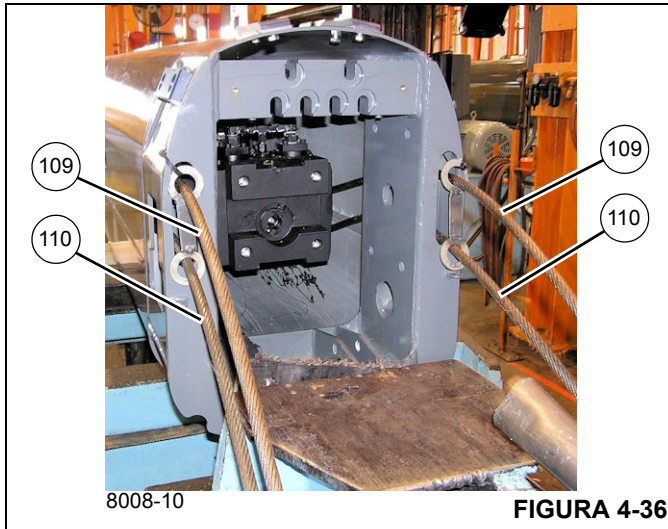

FIGURA 4-36
32. Trabalhando na parte traseira do telescópio 3 (4), puxe os cabos de extensão do telescópio 4 (110) para frente até que se assentem nas polias dianteiras (108).
33. Instale o conjunto soldado da proteção dianteira (112) (lados esquerdo e direito) sobre o cabo de extensão do telescópio 4 (110), onde o cabo se enrola em torno da polia (108) e fixe-o com o parafuso (113).
34. Instale a graxeira (106) em cada um dos quatro eixos (104). Adicione graxa até ela ser expelida através das polias.
35. Passe os cabos de extensão do telescópio 4 (109, 110) através dos furos com fenda na parte traseira do telescópio 3 (4), certificando-se de que os cabos 109 e 110 estejam orientados como mostrado na Figura 4-36.